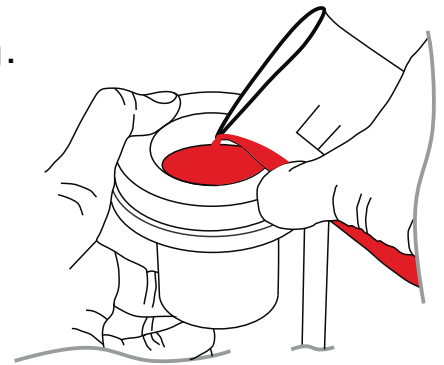

图 2
- 3 放置一个手指在杯子口,以关闭孔(图2).
- 4 轻轻倒出液体到杯中,避免气泡的形成(图2).